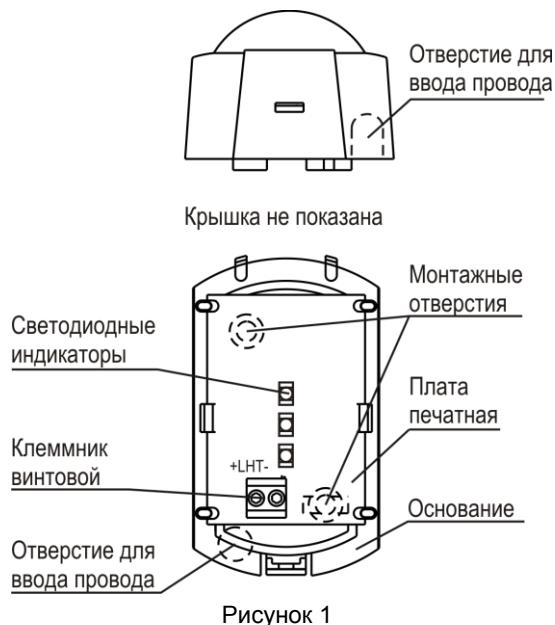

Рисунок 1
Оповещатель состоит из основания, печатной платы с радиоэлементами и крышки (рисунок 1).
- c) выдавить отверткой в основании оповещателя заглушки выбранных монтажных отверстий и отверстий для ввода проводов (рисунок 1);